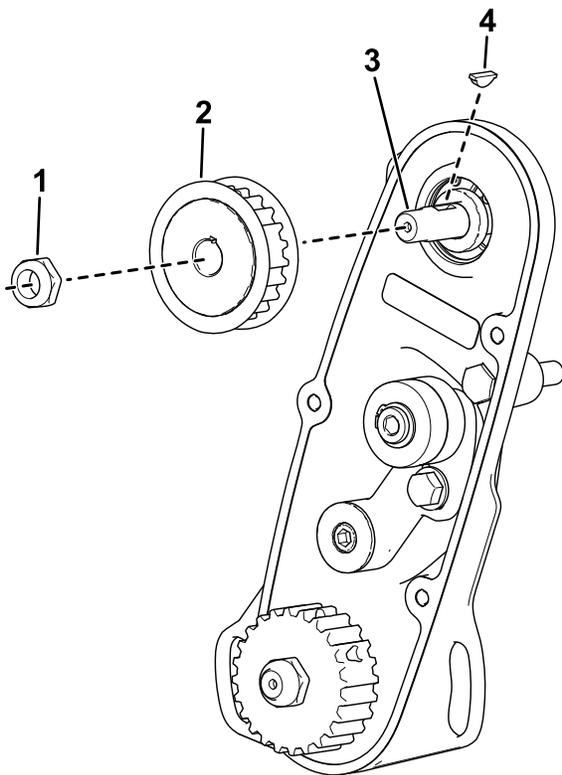

Figura 6
2. Instale la claveta en la ranura del árbol de transmisión (Figura 6).
3. Instale la polea (Figura 6).
4. Utilice la tuerca para fijar el nuevo árbol de transmisión del molinete al conjunto (Figura 6).